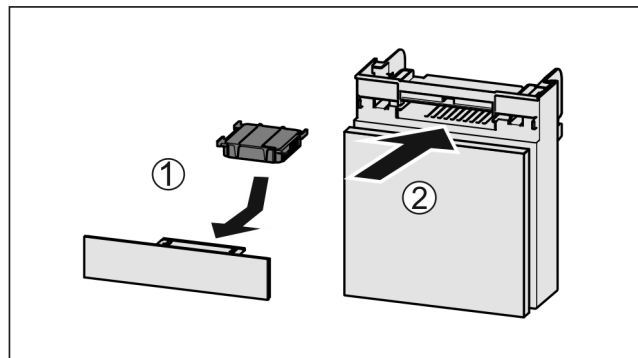

Fig. 182
- Inserire il vano Fig. 182 (2).